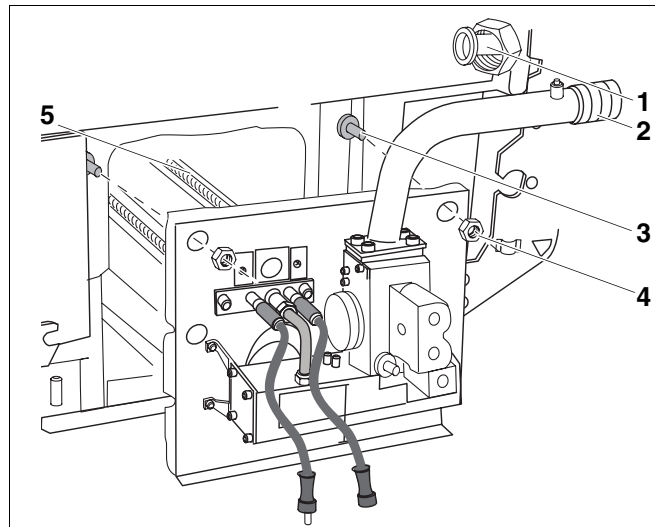

Abb. 41 Gasbrenner ausbauen
- Gasbrenner an der Verschraubung (Abb. 41, **Pos. 2**) von der Zuleitung (Abb. 41, **Pos. 1**) trennen.
- Befestigungsmuttern (Abb. 41, **Pos. 4**) am Brennerschild lösen und Gasbrenner herausnehmen.
- Beim Ausbau des Brenners ist darauf zu achten, dass sich die Distanzringe (Abb. 41, **Pos. 3**) auf den Stiftschrauben befinden.
- Brennstäbe (Abb. 41, **Pos. 5**) auf Verschmutzung überprüfen, wenn erforderlich Brenner reinigen (siehe Zu 4.: „Reinigung des Gasbrenners“). Sind die Brennerschlitze beschädigt, muss der Brenner ausgetauscht werden.
- Bei der Montage des Brenners ist darauf zu achten, dass sich die Distanzringe (Abb. 41, **Pos. 3**) auf den Stiftschrauben befinden.
- Die Dichtung in der Verschraubung (Abb. 41, **Pos. 2**) des Gasanschlusses erneuern.
- Verschraubung (Abb. 41, **Pos. 2**) auf Dichtheit prüfen.